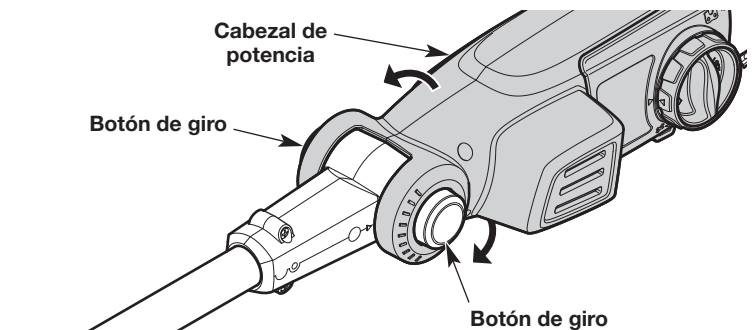

Fig. 4
1. Presione y sostenga presionados ambos botones de giro (Fig. 4).
2. Gire el cabezal de potencia hasta que esté en el ángulo deseado (Fig. 4).